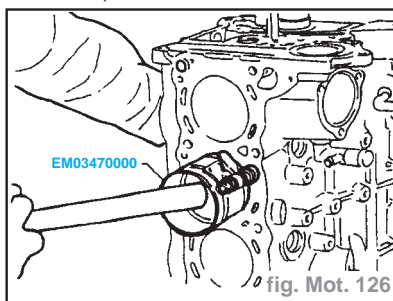

fig. Mot. 126
- Les monter dans les cylindres correspondants à l'aide de l'outil spécial (fig. Mot. 126).